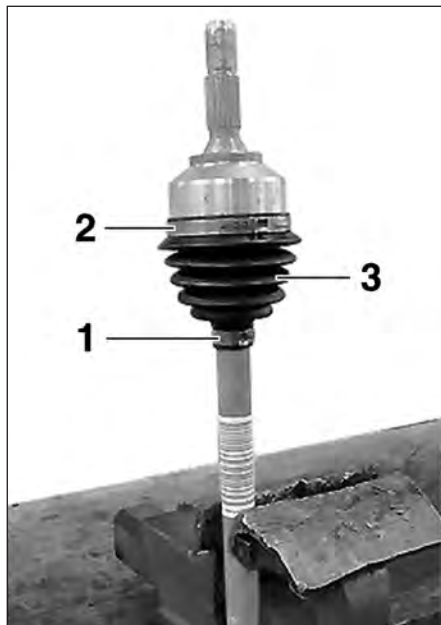

FIG.11
- les colliers de serrage (1) et (2) (Fig.11),
- le soufflet (3).